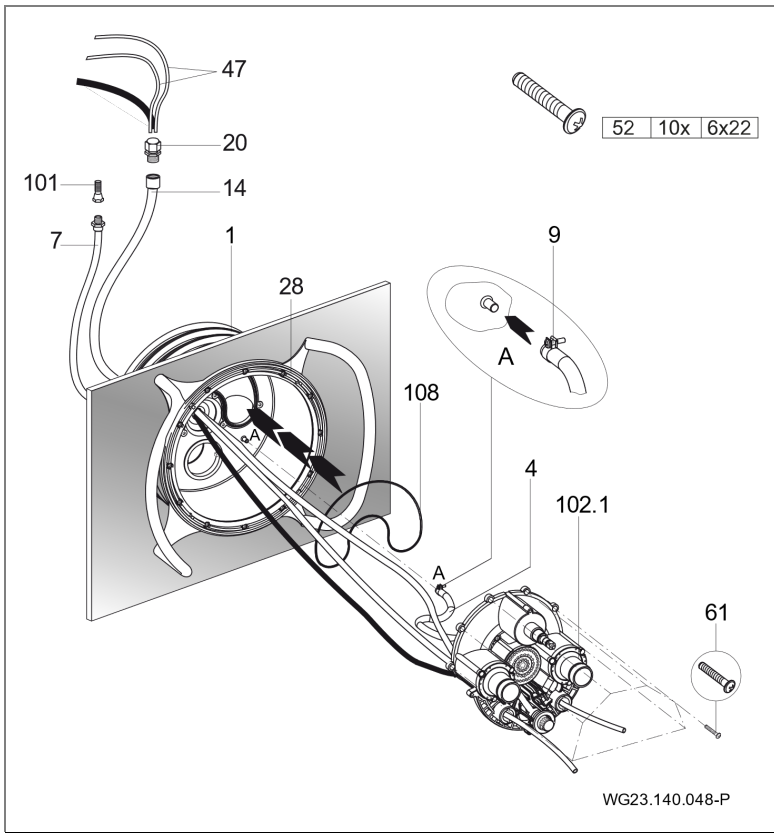

Fig. 18
2. Applicare l'O-Ring (108) nel corpo da murare (1). (Fig. 18)
3. Avvitare le dieci viti autofilettanti (61) in dotazione nell'alloggiamento degli ugelli. Applicare l'alloggiamento premontato degli ugelli (102.1) sul corpo da murare (1). (Fig. 18)
4. Far passare i tubi flessibili pneumatici o i cavi dei pulsanti piezoelettrici attraverso i fori inferiori o esterni dell'alloggiamento degli ugelli (102.1); luce ON/OFF a sinistra; pompa ON/OFF a destra. (Fig. 18)
5. Far passare i tubi flessibili pneumatici (47) o i cavi dei pulsanti piezoelettrici e il cavo del faro attraverso la guaina di protezione (14) e sigillare con il passacavi a vite (20). (Fig. 18)
6. Fissare il tubo interno dell'aria (4) già completamente premontato sull'alloggiamento degli ugelli (102.1) e sulla regolazione dell'aria, al corpo da murare (1) con una fascetta stringitubo (9). (Fig. 18)